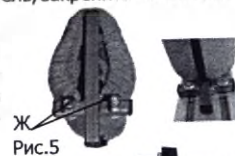

Рис. 5
5) Регулировка положения абдуктора (рис.5)